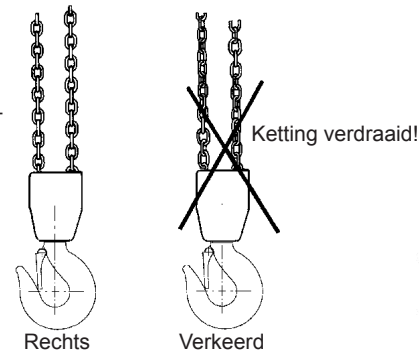

Fig. 3 De ketting mag niet verdraaid raken
- De lastketting mag niet knikken of verstrengeld raken. Bij handtakels met twee of meer parten bestaat het risico dat de ketting gaat verstrengelen als de onderste haak verstrikt raakt met de kettingstrop. Dat kan zich doorgaans voordoen tijdens het opnieuw optuigen of wanneer de handtakel wordt verplaatst tussen werkstations. Zie Fig. 3.